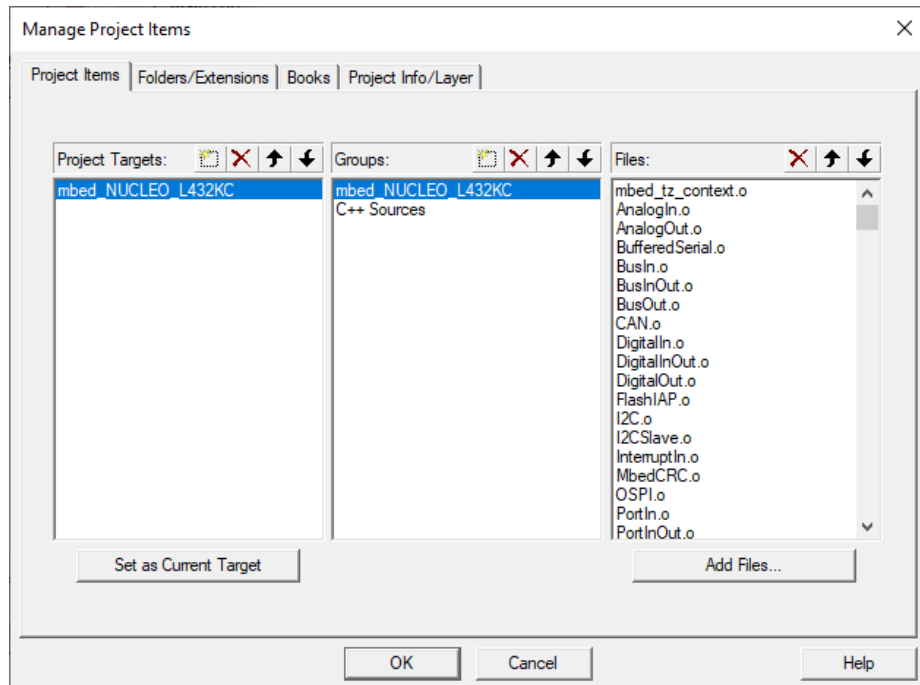

FIGURA 19: pestaña Project Items.
2. Pulsando sobre el icono Manage Project Items...  se abrirá un diálogo en el que se escogerá la pestaña Project Items, como se ve en la figura 19.